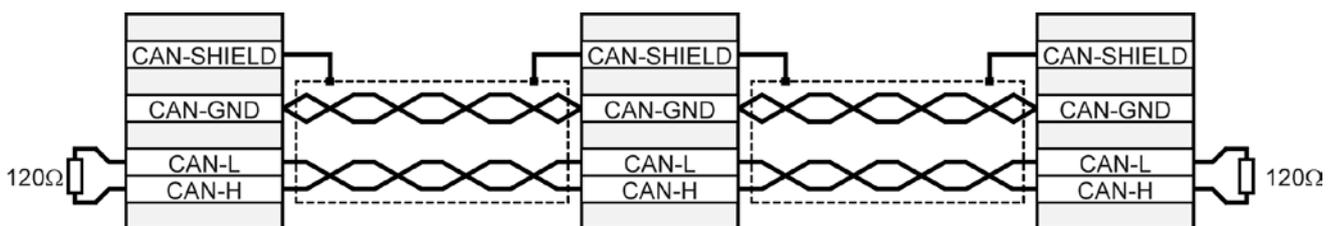

Abbildung 42: Verkabelungsbeispiel für CAN-Bus
- ❖ Die einzelnen Knoten des Netzwerkes werden grundsätzlich linienförmig miteinander verbunden, so dass das CAN-Kabel von Servoregler zu Servoregler durchgeschleift wird (siehe *Abbildung 42*).